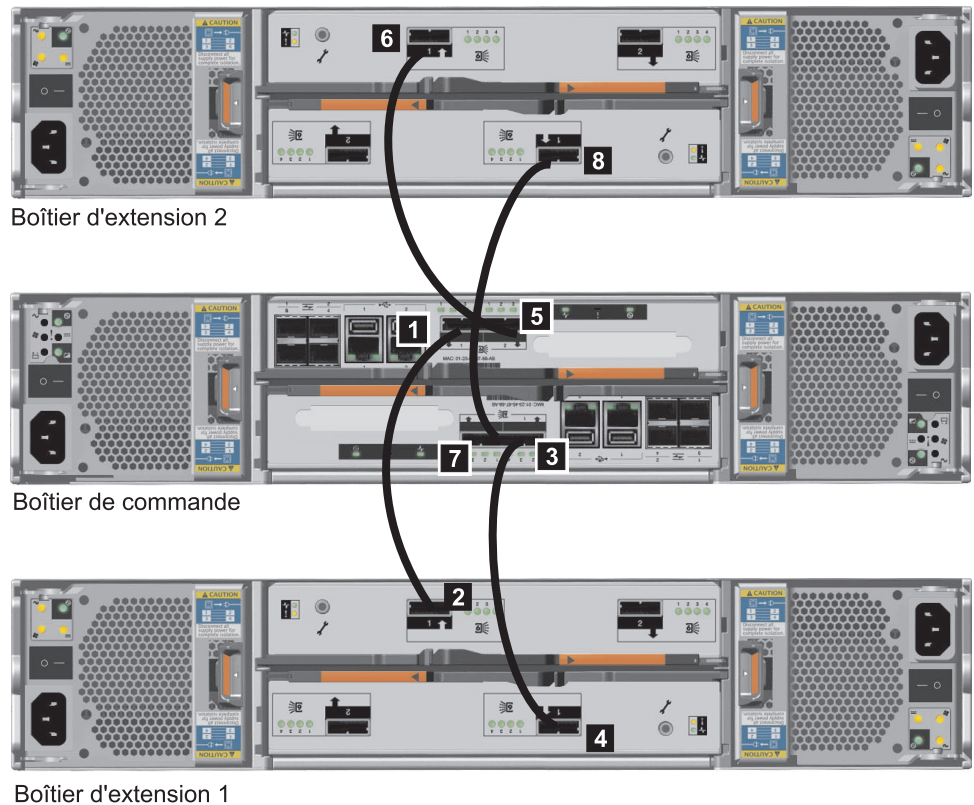

Figure 33. Ajout d'une seconde seconde cartouche d'extension
3. Connectez les câbles SAS entre le boîtier de commande et le deuxième boîtier d'extension, comme cela est présenté dans la figure 33, à la page 33. Le deuxième boîtier d'extension se trouve au-dessus du boîtier de commande.